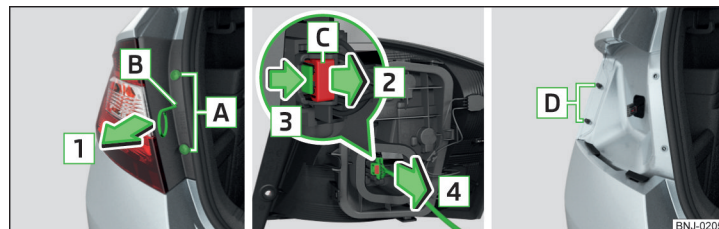
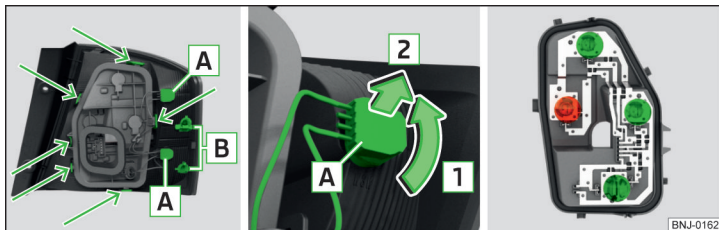

Fig. 218 Desmontar la lámpara / Quitar el conector
Fig. 219 Parte exterior de las luces/ extraer la bombilla/ soporte de luces
- Tomar con la mano la luz y tire en el sentido de la flecha [1] » fig. 218 con cuidado desde los pernos [D].
- Asegurar el bloqueo en el sentido contrario al de la flecha [2] » fig. 218.
- Colocar las luces con las aperturas [B] » fig. 219 de la pág. 180 en los pernos [D] » fig. 218 en la carrocería.
- Girar el portalámparas con la bombilla [A] en el sentido de la flecha [1] » fig. 219.
- Desbloquee el portalámparas en las áreas señaladas con las flechas » fig. 219 y extraiga el portalámparas de la luz.